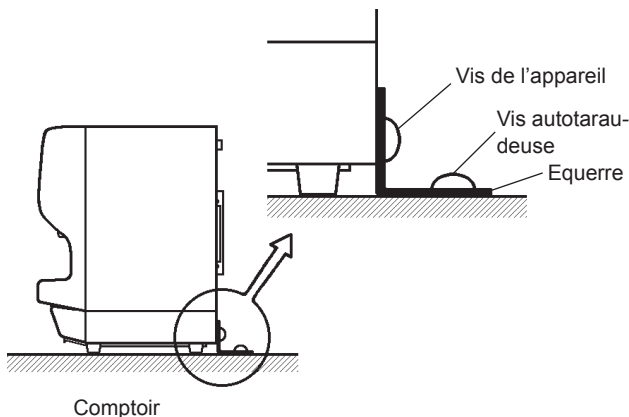

Fig. 2
- * Fixer le distributeur de glaçons sur le comptoir à l'aide de l'équerre, des vis de l'appareil et autotaraudeuses (accessoires). Voir Fig. 2.